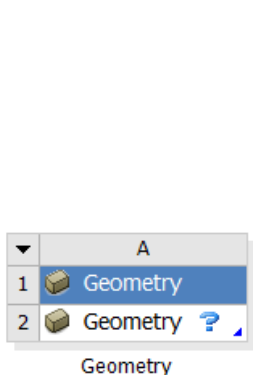
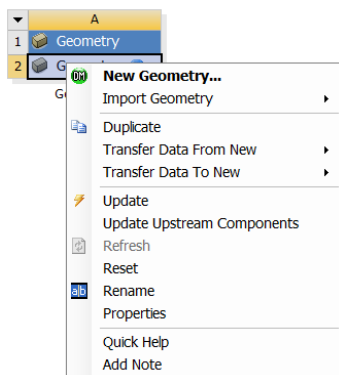
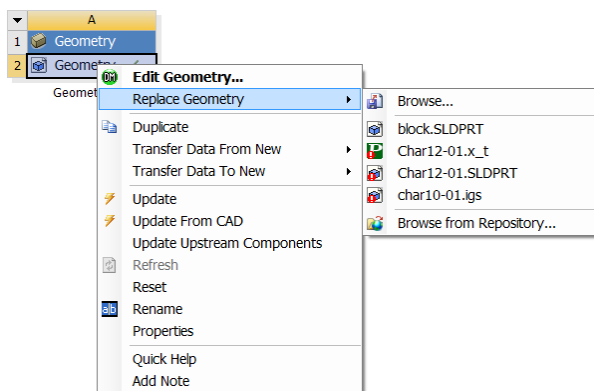

图 3-14 添加单独的 DM 系统
图 3-15 DM 快捷菜单
图 3-19 DM 快捷菜单（导入 CAD 模型后）
通过双击系统工具箱中的 “Geometry” 可以向项目工程图中添加一个单独的 DM 系统, 如图 3-14 所示。在第二行 “Geometry” 项上右击, 弹出快捷菜单, 如图 3-15 所示。通过该快捷菜单, 可以实现 DM 在项目工程图的一般操作。
在项目工程图中打开的 DM 快捷菜单如图 3-15 所示。下面简单介绍各个菜单项。
- **Edit Geometry in Design Modeler:** 该选项在图 3-15 中没有，可以参考图 3-19 所示。使用该选项，可以打开 DM 编辑导入的 CAD 模型。
- **Edit Geometry in Space Claim Direct Modeler:** 该选项在图 3-15 中没有，可以参考图 3-19 所示。该选项可以打开一个 Space Claim 会话提供编辑功能。
- **Replace Geometry:** 该选项在图 3-15 中没有，可以参考图 3-19 所示。该选项可以将现有的 CAD 模型替换为新的 CAD 模型。
- **Update From CAD:** 该选项在图 3-15 中没有，可以参考图 3-19 所示。该选项可强制将“Geometry”项的几何模型更新至 CAD 软件中得到的最新几何模型。